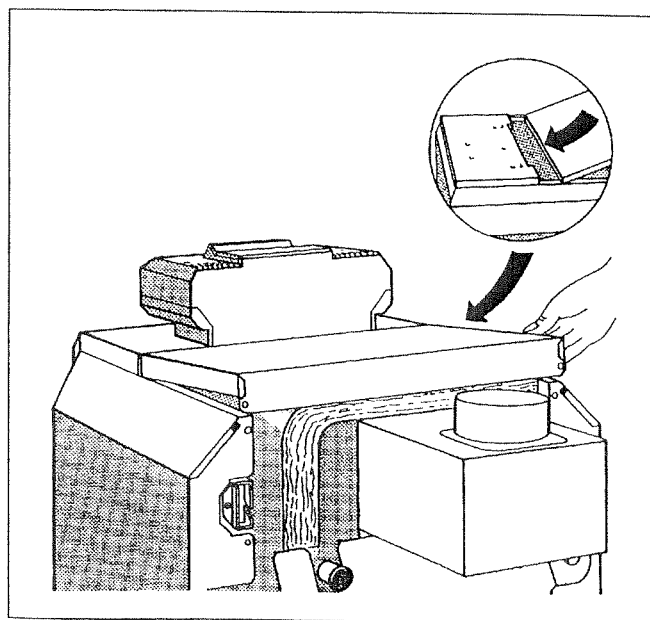

Fig. 22: Montaggio del coperchio caldaia posteriore
- Spingere il coperchio caldaia posteriore con le linguette sotto il coperchio caldaia anteriore e premerlo da dietro verso il basso (Fig. 22).